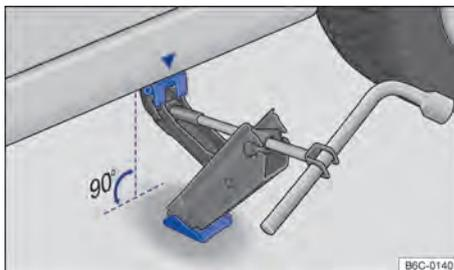

Fig. 167 Pontos de apoio do macaco e macaco posicionado no lado esquerdo traseiro do veículo.
9. Garantir que a base do macaco, com toda sua superfície, esteja sobre o chão e que a base se encontre perpendicularmente abaixo do ponto de colocação → Fig. 167.
10. Alinhar o macaco e, simultaneamente, levantar a garra do macaco até ela se encaixar na travessa debaixo do veículo → Fig. 167.
- Posicionar o macaco somente nos pontos indicados. A garra do macaco deve se encaixar no perfil da longarina de forma segura → Fig. 167.